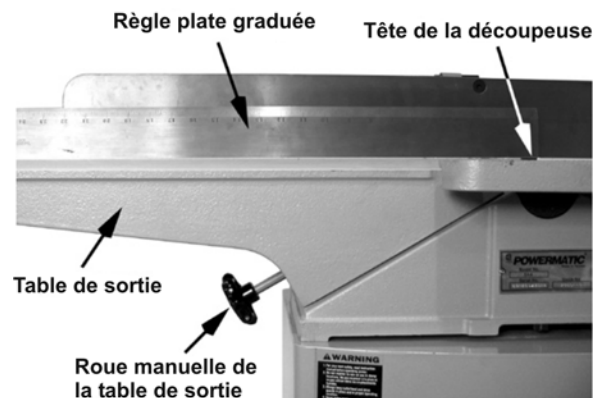
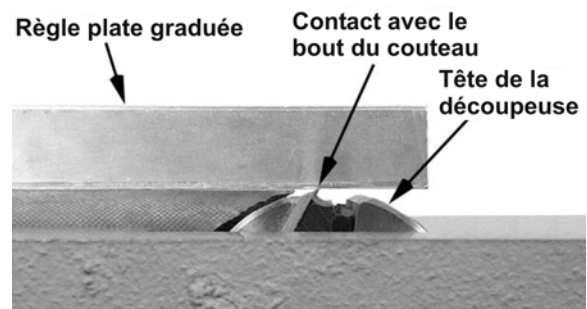

Figure 21
Figure 23
3. Placez une règle plate graduée sur la table de sortie et déployez-la sur la tête de la découpeuse (Figures 21 et 23).
6. À l'aide de la roue manuelle de la table de sortie (Figure 21), soulevez ou abaissez la table de sortie jusqu'à ce que la règle plate graduée touche le bord du couteau comme l'illustre la Figure 23. À l'aide la courroie ou de la poulie d'entraînement, secouez légèrement la tête de la découpeuse pour vous assurer que le sommet du couteau effleure juste la règle plate graduée.